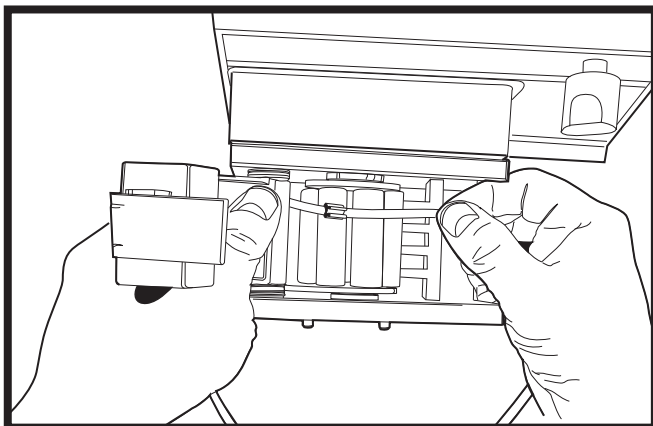

Abbildung 6, Schlauch über die Rollen legen.
2. Ein Ende des Schlauchs von oben über die Rollen einlegen. Schlauch festhalten und gleichzeitig die federbetätigte Sicherheitsvorrichtung so weit öffnen, dass der Schlauch zwischen der Sicherheitsvorrichtung und der Schlauchhalterung durchgeführt werden kann (Abbildung 6).